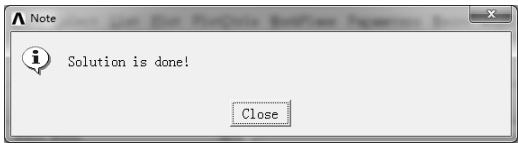

图 10-73 “Note”对话框
4) 求解完成后弹出“Note”对话框，如图 10-73 所示。单击“Close”按钮关闭。